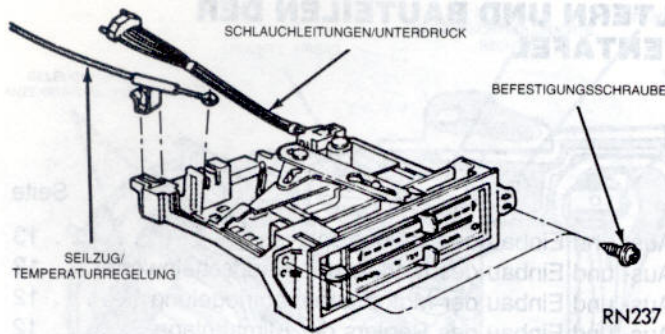

Abb. 3 / Regler der Klimaanlage – Typ AG und AJ
(1) Mittlere Blende abbauen.
(2) Die beiden Befestigungsschrauben des Reglers lösen (Abb. 3 und 4).
(3) Regler in Richtung Fahrersitz ziehen und anschließend Seilzug, Unterdruck-Schlauchleitungen und Verdrahtung entfernen. Bei Fahrzeugen mit Klimaautomatik
(1) Regler an der Instrumententafel ansetzen.
(2) Seilzug sowie Unterdruck-Schlauchleitungen befestigen und Verdrahtung anschließen. Bei Fahrzeugen mit Klimaautomatik den Steckverbinder am Reglergehäuse anschließen.
(3) Regler mit den beiden Schrauben an der Instrumententafel befestigen (Abb. 3 und 4).
(4) Mittlere Blende anbauen.